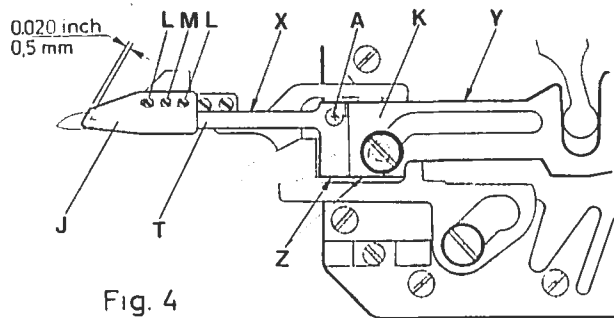
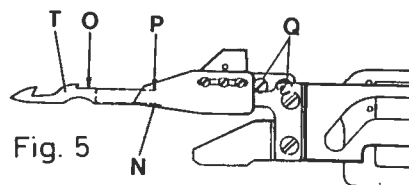
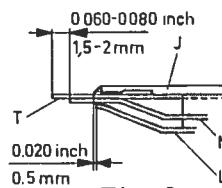

Fig. 4
Fig. 5
Fig. 6
4. The lower knife (T, Fig. 4) is set correctly, when its edge (X, Fig. 4) is parallel to edge (Y, Fig. 4) of lower knife holder (K, Fig. 4) and edge (Z) of lower knife is in line with edge (Z) of lower knife holder. For adjusting loosen screw (A, Fig. 4). Retighten screws.
5. Loosen screws (L and M, Fig. 4). The upper knife (J, Fig. 4) has to be set so that it overlaps the lower knife (T, Fig. 4) by 0.5 mm (0.020 inch). Set clamp spring (N, Fig. 5) to lower knife (T, Fig. 5) so that edge (O, Fig. 5) of lower knife (T) is in line with edge (P) of clamp spring.
4. Das Untermesser (T, Fig. 4) ist richtig eingestellt, wenn seine Kante (X, Fig. 4) parallel zur Kante (Y, Fig. 4) des Untermesserträgers (K, Fig. 4) ist und die Kante (Z) des Untermessers mit der Kante (Z) des Untermesserträgers eine Linie bildet. Die Einstellung wird nach Lösen der Schrauben (A, Fig. 4) gemacht. Ziehen Sie die Schrauben wieder an.
5. Lösen Sie die Schrauben (L und M, Fig. 4). Das Obermesser (J, Fig. 4) muß so eingestellt werden, daß es das Untermesser (T, Fig. 4) um 0,5 mm überschneidet. Die Klemmfeder (N, Fig. 5) wird zum Untermesser (T, Fig. 5) so eingestellt, daß die Kante (O, Fig. 5) des Untermessers (T) und die Kante (P) der Klemmfeder eine Linie bilden.
Further more it should be a distance of 1,5 - 2 mm (0.06 - 0.08 inch) between tip of under knife (J, Fig. 6) and front edge of clamp spring (N, Fig. 6), retighten screw (L, Fig. 4).
Set screw (M, Fig. 4) so that the looper thread is clamped as shown in (Fig. 12).
The leaf spring (L, Fig. 6) should be set to project the upper knife (J, Fig. 6) by 0,5 mm (0.02 inch).
For making this adjustment, loosen screws (Q, Fig. 5).
Ferner soll der Abstand zwischen der Spitze des Untermessers (J, Fig. 6) und der Vorderkante der Klemmfeder (N, Fig. 6) 1,5 - 2 mm betragen, ziehen Sie die Schrauben (L, Fig. 4) wieder an.
Die Schraube (M, Fig. 4) wird so angezogen daß der Greiferfaden wie in (Fig. 12) gezeigt, geklemmt wird.
Die Blattfeder (L, Fig. 6) soll 0,5 mm hinter der Spitze des Obermessers (J, Fig. 6) stehen.
Die Klemmfeder (N, Fig. 6a) und die Blattfeder (L, Fig. 6a) sollen bei (FF, Fig. 6a) in einer Linie stehen. Einstellung erfolgt nach Lösen der Schrauben (Q, Fig. 5).
The looper thread must be clamped as shown in Fig. 12, after being severed. The tension of the clamp spring can be adjusted with screw (M, Fig. 4).
Nach dem Schneiden muß der Greiferfaden wie in Fig. 12 gezeigt geklemmt sein. Die Spannung der Klemmfeder kann mit der Schraube (M, Fig. 4) eingestellt werden.